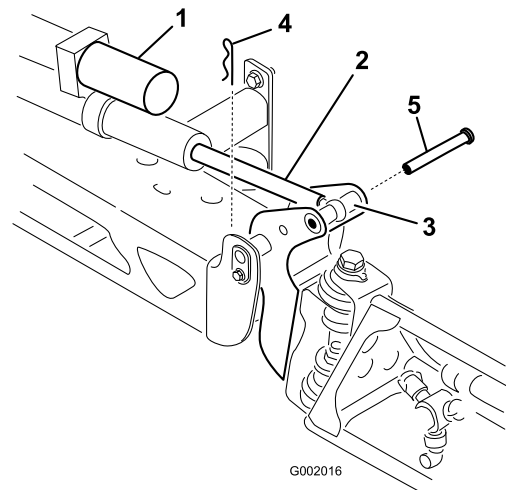

Figure 43
2. Retirez la goupille fendue de l'axe de pivot (Figure 43).
3. Soulevez la rampe et déposez l'axe (Figure 43).
6. Élevez la rampe pour aligner le pivot sur la tige d'actionneur. Tout en maintenant la rampe, insérez l'axe dans le pivot de rampe et la tige d'actionneur (Figure 43).